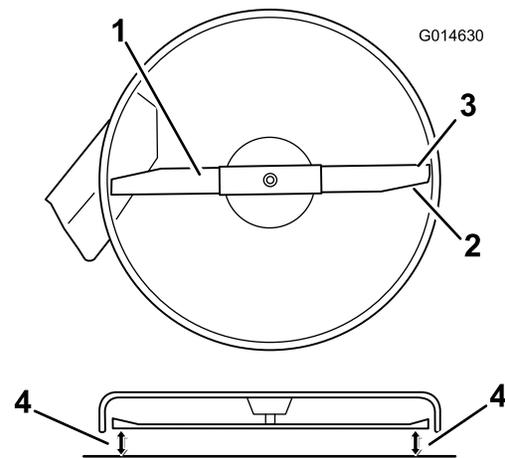

Figura 52
4. Gire cuidadosamente las cuchillas hasta que estén todas orientadas lateralmente (Figura 52).
5. Mida entre los bordes de corte exteriores y la superficie plana (Figura 52).